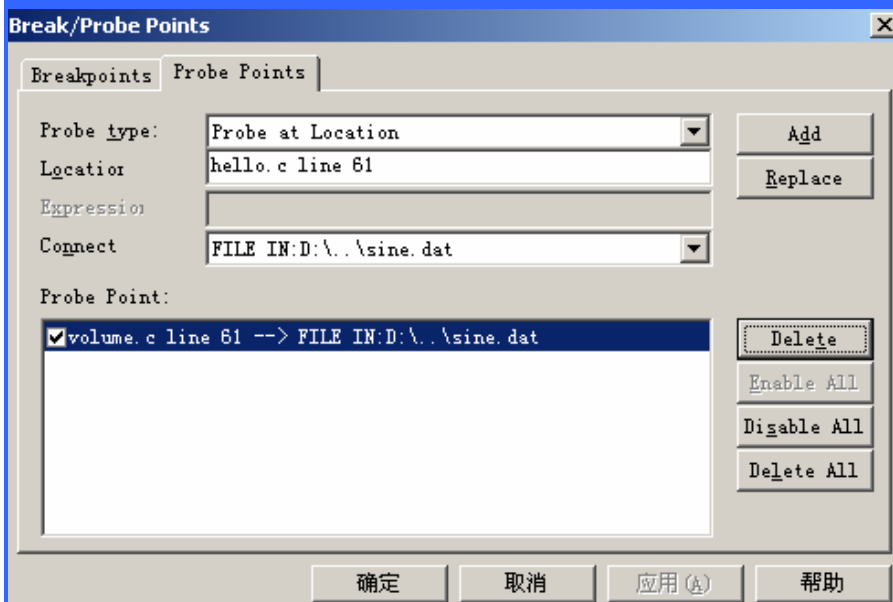

图 18 探针断点设置
- 点击“Replace”按钮。注意在“Probe Point”列表中显示探针所在的行已与文件对应起来。如图 18 所示，